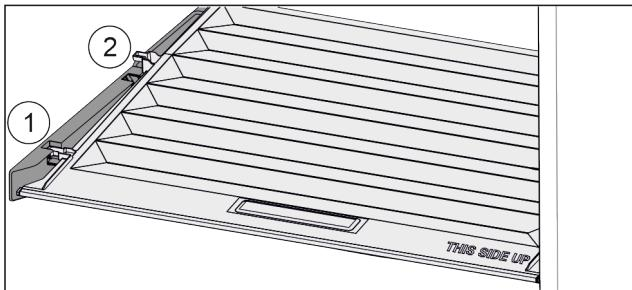

Fig. 53
- Кришку до отвору в деталях для підтримки потягнути вперед Fig. 53 (1).
- Підняти ззаду знизу та вийняти Fig. 53 (2) вгору.